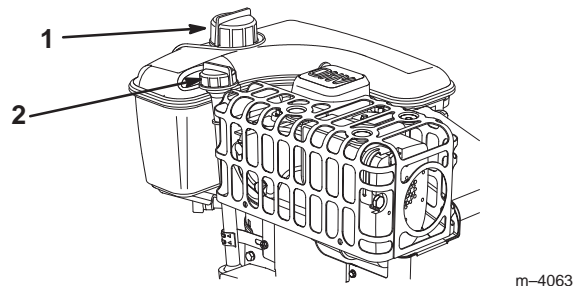

Figure 12
- Nettoyez la surface autour de la jauge (Fig. 12).
- Dévissez le bouchon et sortez la jauge (Fig. 12).
1. Nettoyez la surface autour du bouchon du réservoir de carburant (Fig. 12).